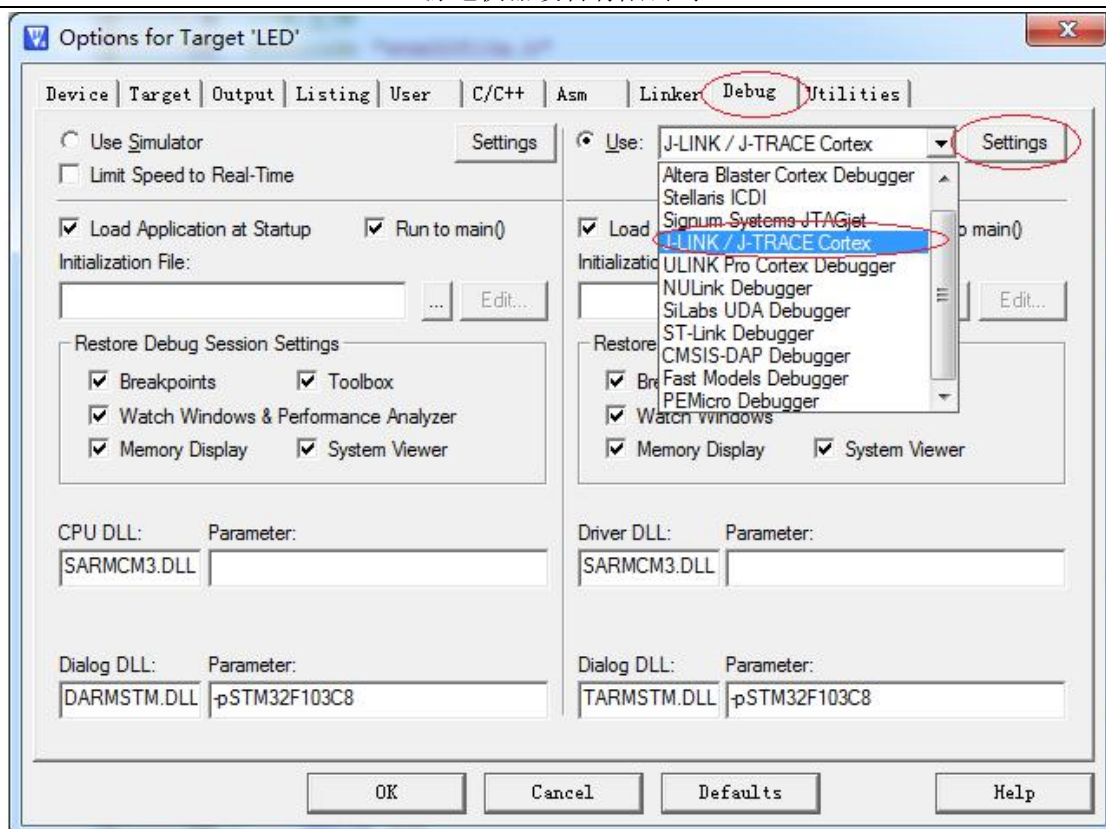

图 26
3.3.4、在“Debug”选项卡中，选择 J-Link/J-Trace Cortex 选项，如图 26。